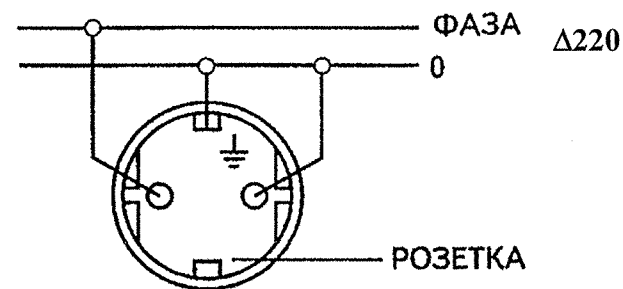
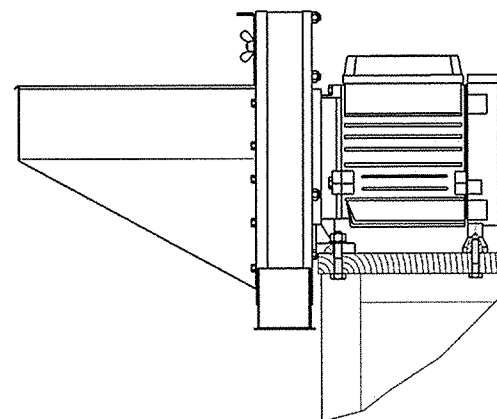

Рис. 3. Схема устройства зануления
Рис.5 Схема закрепления.
4.2.КАТЕГОРИЧЕСКИ ЗАПРЕЩАЕТСЯ эксплуатация измельчителя без надежного закрепления, заземления или зануления. Схема устройства зануления приведена на рис.3, схема закрепления на рис.5 Подключение измельчителя к сети должно быть выполнено квалифицированным электриком.
6.1. Перед началом работы измельчитель установить на краю стола, тумбы и т.п. и закрепить при помощи болтов, гаек и шайб, входящих в комплект поставки (рис. 5).